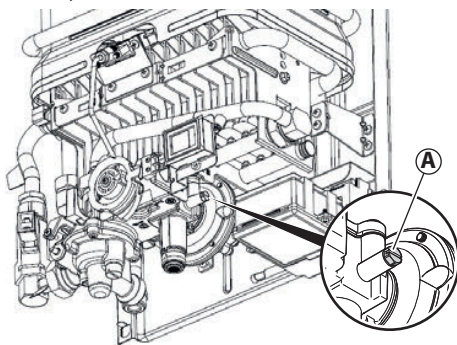

Figura 5.9
- 2 Rimuovere le viti di tenuta (A) dal nipplo di misurazione della valvola del gas (Figura 5.9).